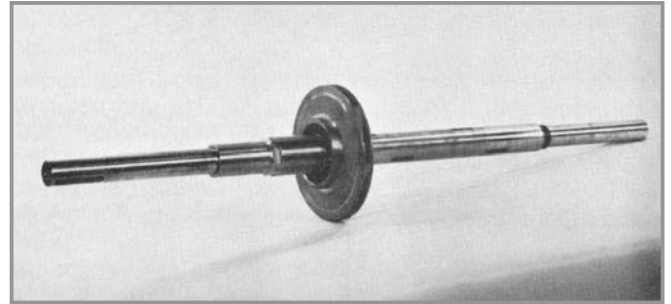

Fig. 79 - Rotor do 1º estágio montado no eixo
03. Montar a luva protetora (524.1) no eixo (210) até encostar no ressalto deste. Apertar com esforço médio.
05. Montar chaveta (940.2), rotor do 1º estágio (230) e luva de estágio (521) (vide Fig. 79).
06. Apoiar no desempeno a parte do corpo de estágio (108) que recebe o anel de desgaste.
07. Montar o anel de desgaste (502) no corpo de estágio (108). Use martelo de borracha ou pedaço de chumbo.